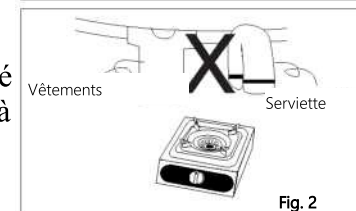

Fig. 2
- Utiliser uniquement pour la cuisson ! Ne pas sécher des serviettes, des vêtements, etc. au-dessus de l'appareil (Fig. 2).